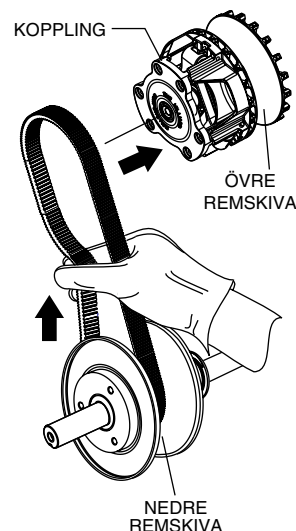

Bild 32. Installation av övre remskiverem
2. Placera den fria änden av CVT remmen i det övre remskivespåret. Se bild 32.